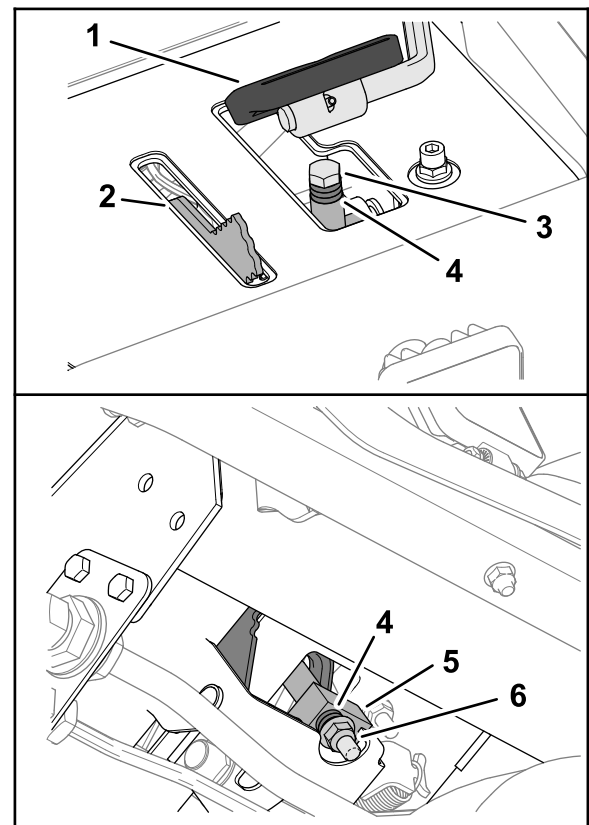

Figura 101
- Debajo del pedal de tracción, retire el perno de tope y la contratuerca con arandela prensada que sujetan los espaciadores al bloque de tope de siega (Figura 101).